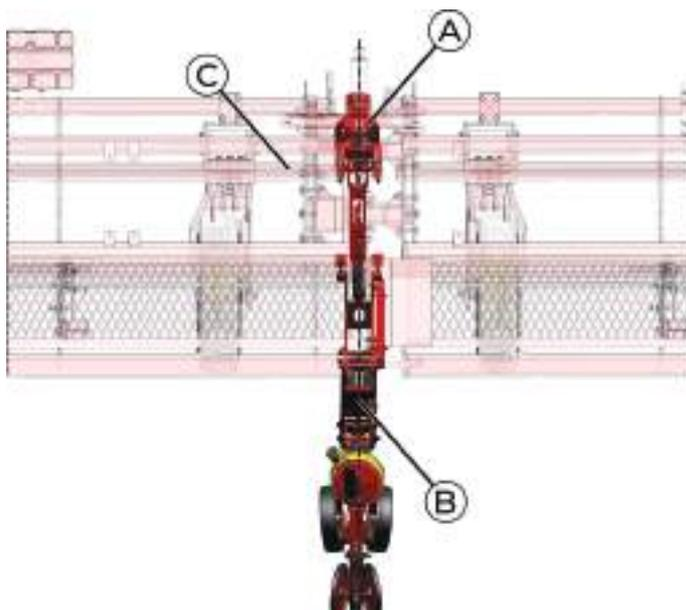

fig. 30
**a) Espaçamento com número ímpar de linhas:** marque o centro (*fig. 30*) do chassi e posicione a linha sulcadora (A) no tubo traseiro (C) do chassi. Alinhado com a linha sulcadora, monte a linha da semente (B) na parte traseira do chassi.